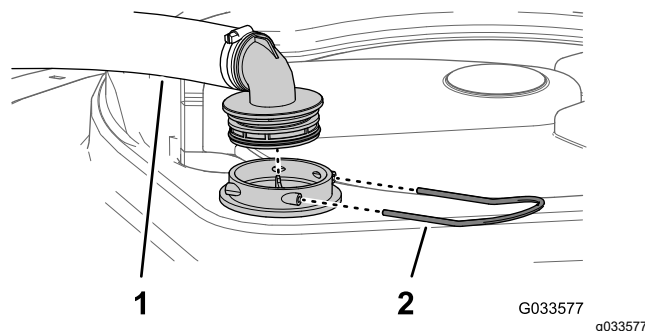

Figura 28
2. Na parte superior do depósito do pulverizador, retire a fixação que prende a união da mangueira unida à tubagem grande da estrutura do filtro (Figura 28).